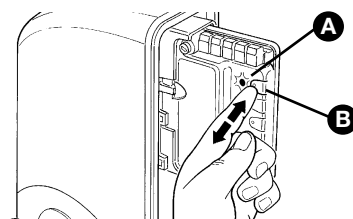

Figura 72
2 Premere il tasto P1 (Figura 72) sulla centrale un numero di volte pari al comando desiderato, secondo la seguente tabella:
- 1 Premere e tenere premuto il tasto P1 [B] (Figura 72) sulla centrale.